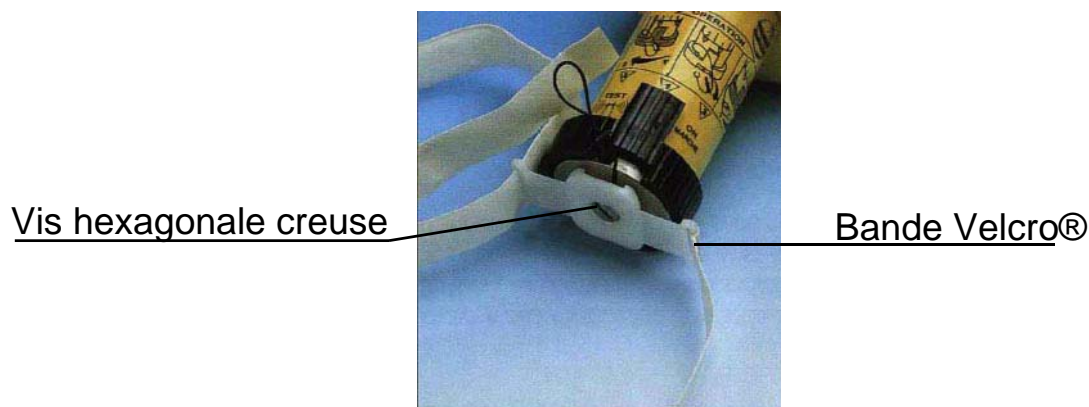

Figure 8 - Bande Velcro® de fixation
- Dévisser la vis hexagonale creuse située à la base du RESCUER SART et enlever la bande Velcro® (Voir Figure 8 - Bande Velcro® de fixation).